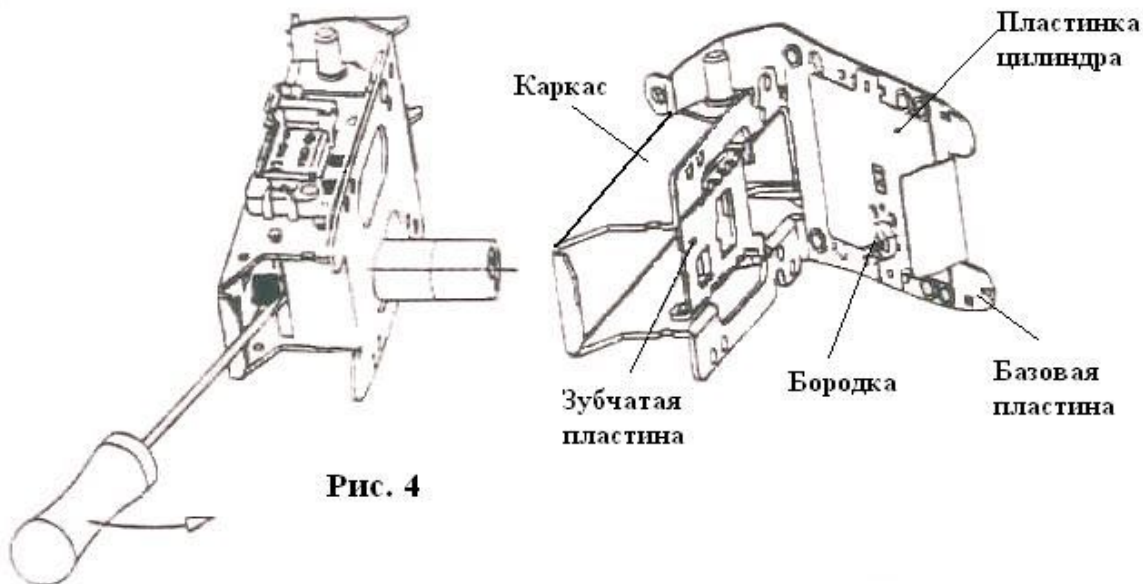

Рис. 4
- а) Открыть отверткой каркас замка. Действия производятся между вертикальным стержнем и кромкой базовой пластины (рис. 4);
- а) Откройте каркас замка, придерживаясь инструкции 1а, рис. 4;
- б) Открыть каркас замка, придерживаясь инструкции 1 а (рис. 4);